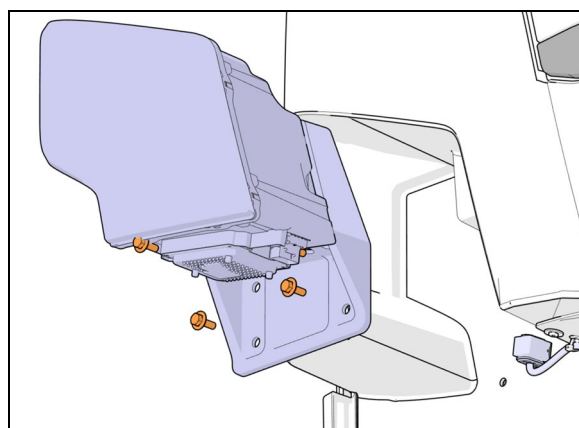

FIGURE 94
4. Dévisser et retirer quatre (4) boulons et rondelles (Figure 94).